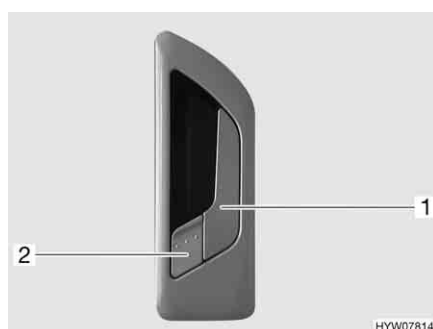

Fig. 39 Serratura della porta di ingresso, lato interno
- Tirare la maniglia (Fig. 39,1). La serratura della porta si sblocca. La leva di sicurezza (Fig. 39,2) scatta automaticamente all'infuori.
- Premere la leva di sicurezza (Fig. 39,2).